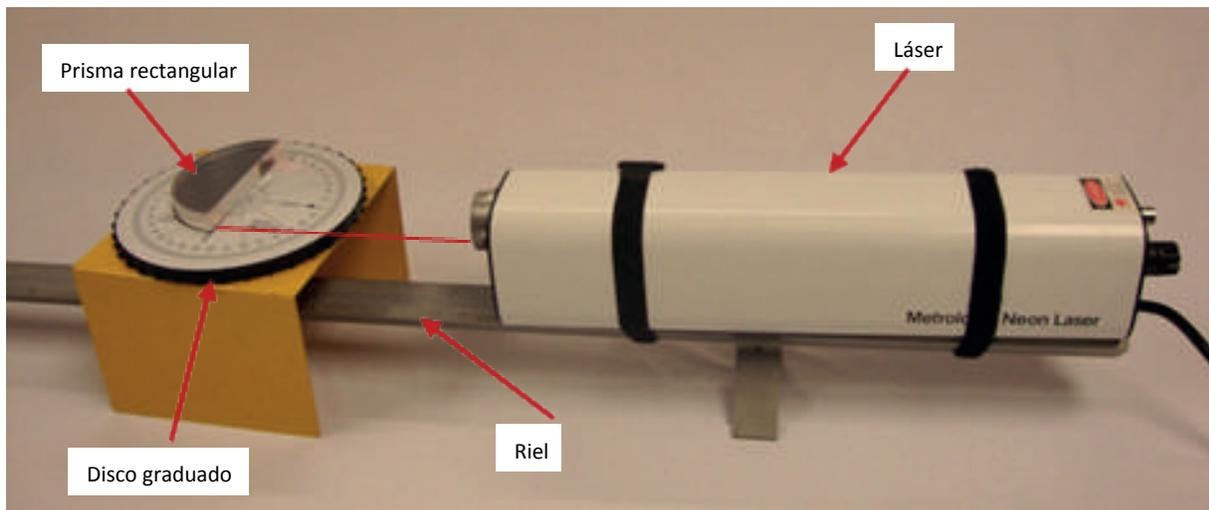

Figura 5.11. Doble reflexión interna total con semicírculo de Lucita
- h) Cambie el prisma de Porro, por el semicírculo de Lucita y colóquelo sobre el eje de 90° (figura 5.11), desplácelo sobre éste hasta encontrar la doble reflexión interna total.